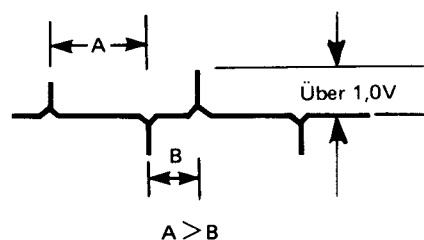

Abbildung 88
2. Den Ausgang des TP-701 auf dem Oszilloskop (mit TP-708 an Masse gelegt) beobachten und überprüfen, ob die angegebenen Werte erreicht werden. (Abb. 88)